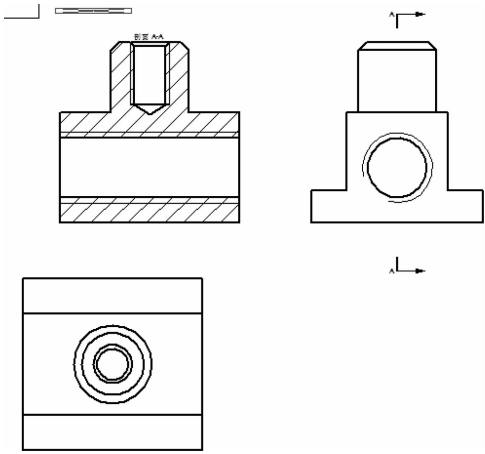

图 9-63 放置全剖视图位置
(6) 把主视图的视图删除后，将生成的全剖视图放置在原来主视图的位置，如图 9-63 所示。